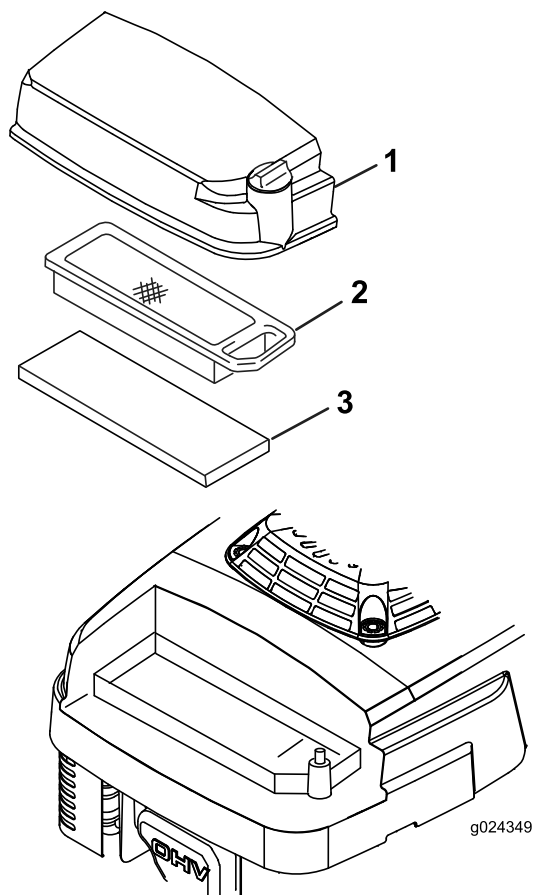

Bild 17
3. Lösen Sie die Schraube am Luftfiltergehäuse (Bild 17).
5. Nehmen Sie den Papierluftfilter ab, prüfen Sie ihn (Bild 17) und werfen Sie ihn weg, wenn er zu stark verschmutzt ist.
6. Entfernen Sie den Schaumvorfilter (Bild 17) und waschen Sie ihn in milder Seifenlauge. Tupfen Sie ihn dann trocken.